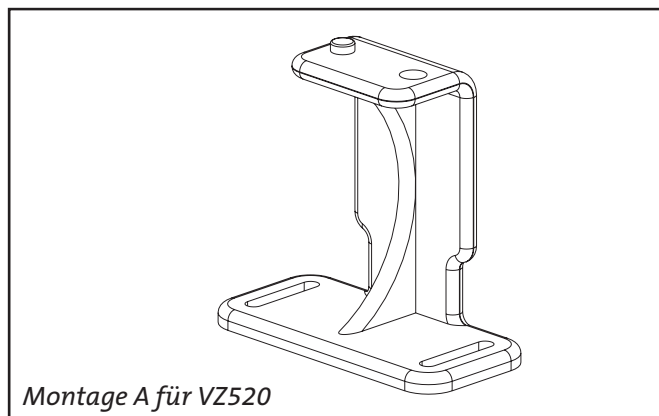

Abb. 8 : Flachdachhalter
- Funktion : Wird für Wintergartenprofile mit obenliegendem Glas verwendet sowie für alle Pergola- und Wintergartensysteme aus Holz. (siehe hierzu Abb.8)